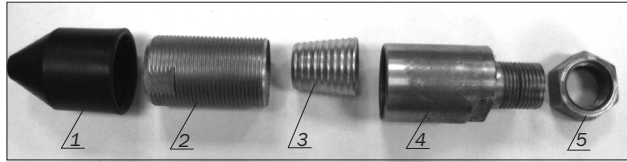
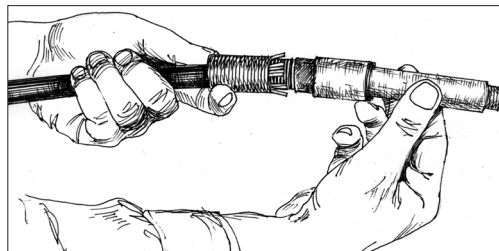

Рисунок 4.3 – Состав ввода кабельного (узел заделки бронепокрова ОК)
Рисунок 4.6 – Установка штуцера на втулку с наружной резьбой
**4.1.3** Снять узел заделки бронепокрова ОК (поз. 3 рис. 1.1) с корпуса ВКУ, отвернув гайку крепления этого узла (поз.5 рис. 1.1) ключом гаечным S=24 мм, и разобрать узел заделки бронепокрова ОК на составные части в соответствии с рис. 4.3.
Обрезать конусную часть наконечника пластмассового (поз. 1 рис. 4.3) по диаметру наружной оболочки монтируемого ОК.
**4.1.5** Надвинуть на ОК наконечник пластмассовый и втулку с наружной резьбой (поз. 2 рис. 4.3) в соответствии с рис. 4.4.
**4.2.1** Надвинуть конус (поз. 3 рис. 4.3) на внутреннюю оболочку ОК до упора в проволоки бронепокрова (рис. 4.5а). Обрезать тросокусами или кусачками проволоки на расстоянии 2/3 длины конуса (рис. 4.5б). Продвинуть конус до упора в проволоки.
**4.2.2** Установить втулку с наружной резьбой поверх проволок бронепокрова, надвинуть на нее штуцер (поз.4 рис. 4.3) в соответствии с рис. 4.6.
- гайка крепления узла заделки бронепокрова ОК (поз. 5 рис. 4.3).